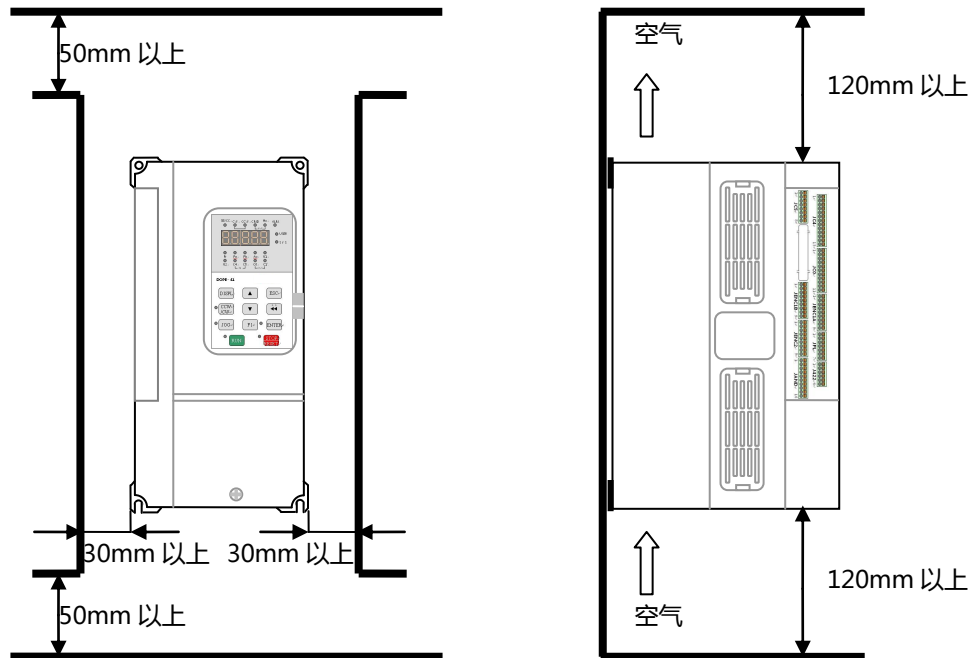

图 2.1 控制器的安装方向和空间
- 为了防止 IMS-A 系列控制器散热效果降低，请务必纵向安装，并按图 2.1 所示确保一定的空间。